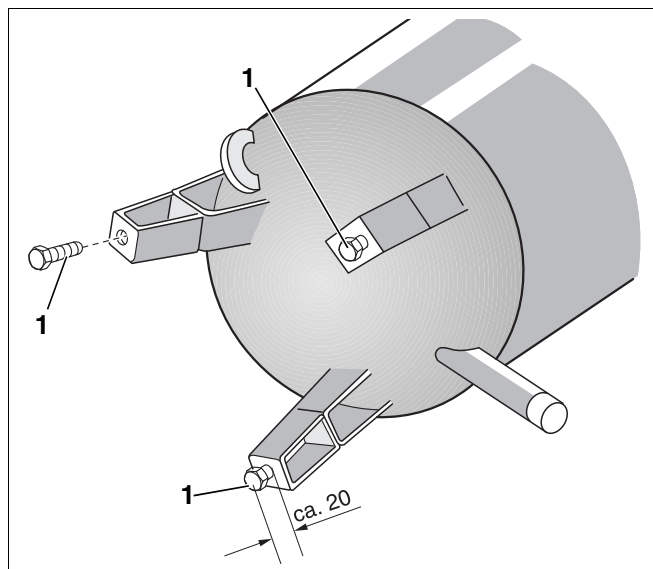

Рис.3 Применение крепёжных болтов как опорных в ножках бака (схематичное изображение)
- ▶ Заверните крепёжные болты (рис. 3, [1]) в ножки бака так, чтобы они выступали примерно на 20 мм.